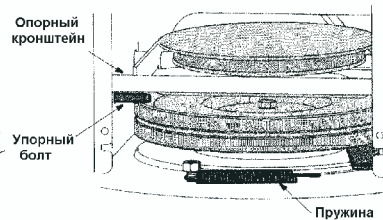

Рисунок 15
7. Отцепите пружину с болта на коже шнека, чтобы ослабить натяжение ремня. Смотрите рисунок 15.
8. Отведите упорный болт до тех пор, пока опорный кронштейн не соприкоснется со шкивом шнека. Смотрите рисунок 15.